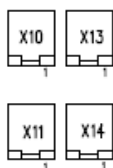

Fig. 24
6. Selezionare i due collegamenti liberi sulla piastra per collegare le nuove batterie (X10 e X13 o X11 e X14, Fig. 24).